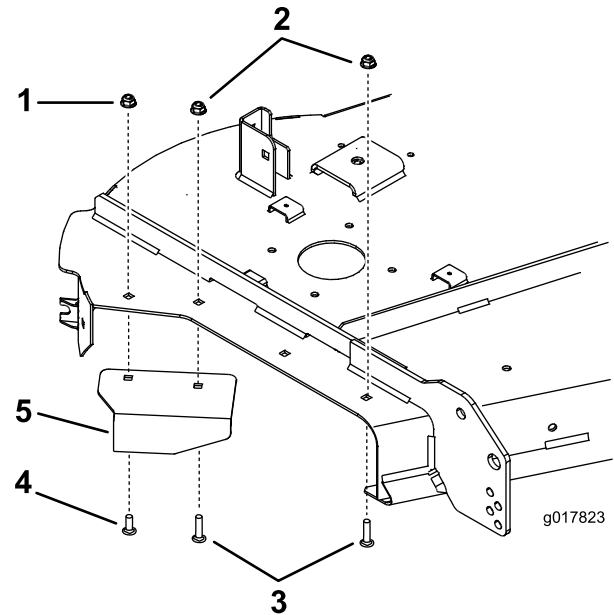

Figure 25
3. Posez le déflecteur neuf avec un boulon de carrosserie (5/16 x 1") et un écrou (5/16") de l'ancien déflecteur (Figure 25). Utilisez un boulon neuf (5/16 x 1-3/8") et un écrou à embase (5/16") pour fixer un côté du déflecteur (Figure 25).
4. Insérez un boulon de carrosserie et un écrou à embase dans le trou avant, comme montré à la Figure 25.